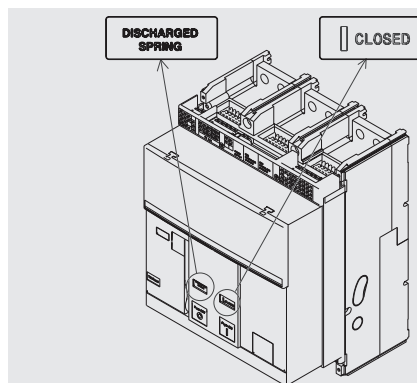

Figure 42
5. Contrôler que le disjoncteur soit fermé (indicateur ouvert/fermé "I - CLOSED"), et contrôler que les ressorts sont débandés (indicateur ressorts "blanc - DISCHARGED SPRING") comme indiqué dans la Figure 42.